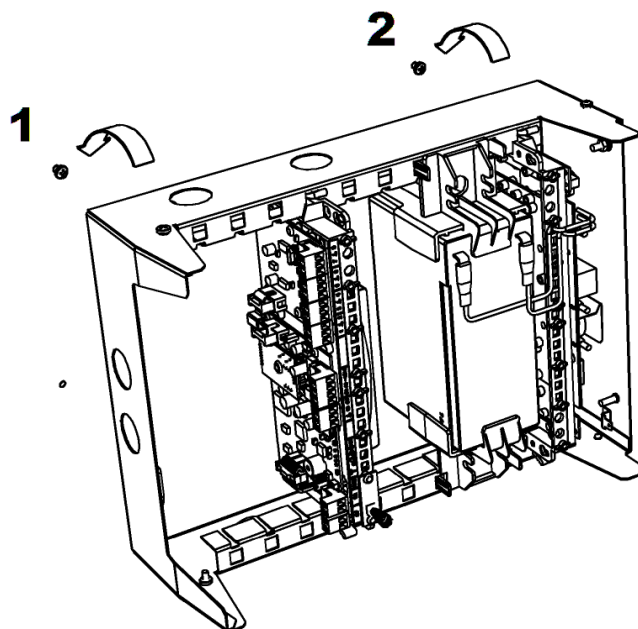

Рис. 41
2. Вверните шурупы в отверстия 1 и 2 и навесьте на них станцию (Рис. 41).